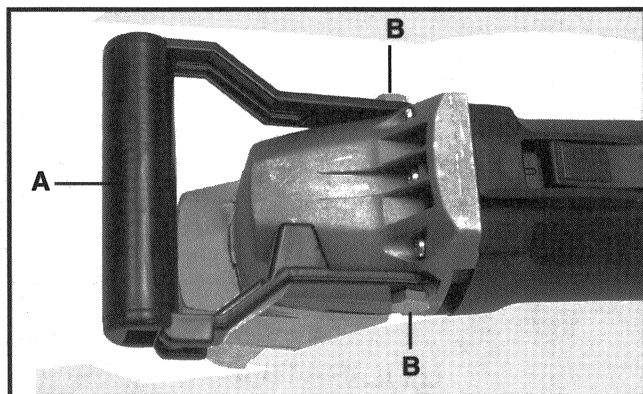

Fig. 3
Une poignée auxiliaire (A) Fig. 3 est posée sur l'outil à l'usine. UTILISEZ CETTE POIGNÉE À TOUT MOMENT pour maintenir un contrôle total de l'outil.